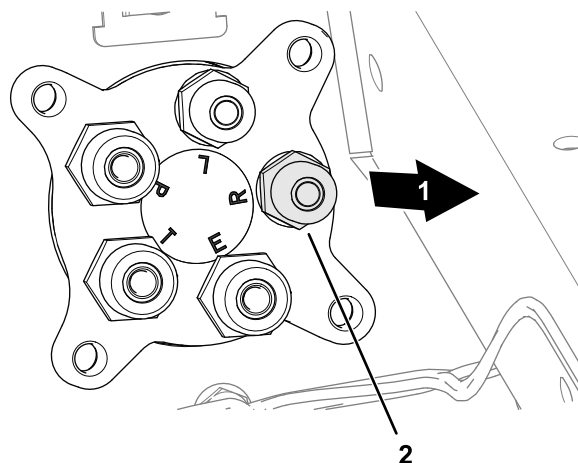

Figure 52
2. Placez le graisseur de l'orifice R à la position de 3 heures (Figure 52).